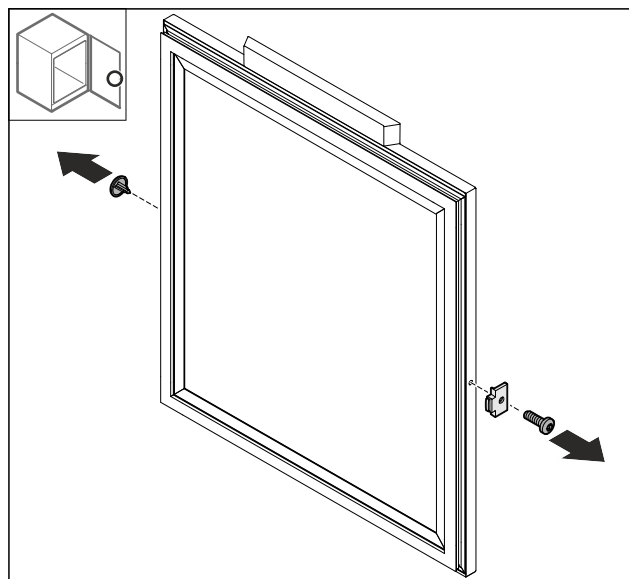

Fig. 15
- Îndepărtați capacul Fig. 15 (1).
- Demontați opritorul ușii Fig. 15 (2).